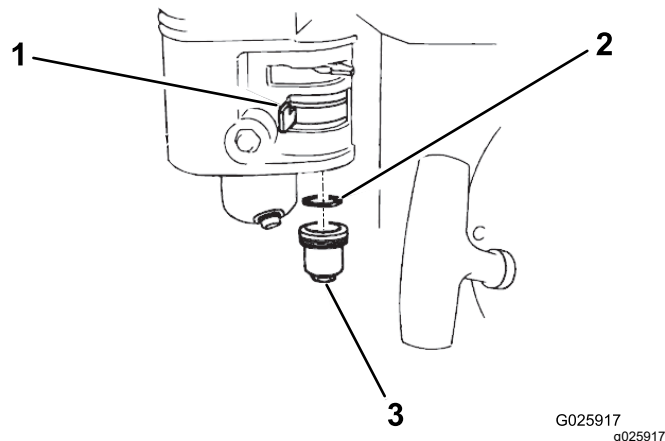

図 34
2. 燃料バルブを OFF 位置にする **図 34**。
3. 異物収集カップと O リングを外す **図 34**。
6. O リングを燃料バルブにセットし、カップを元通りに取り付ける **図 34**。異物収集カップを十分に締め付ける。